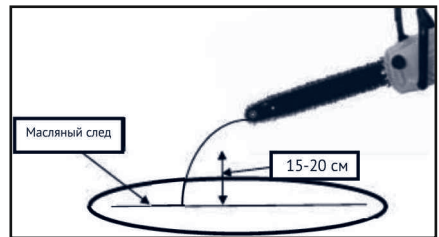

Рис.8
1. Наличие и уровень масла в масляном баке. При необходимости долить (Рис.8).